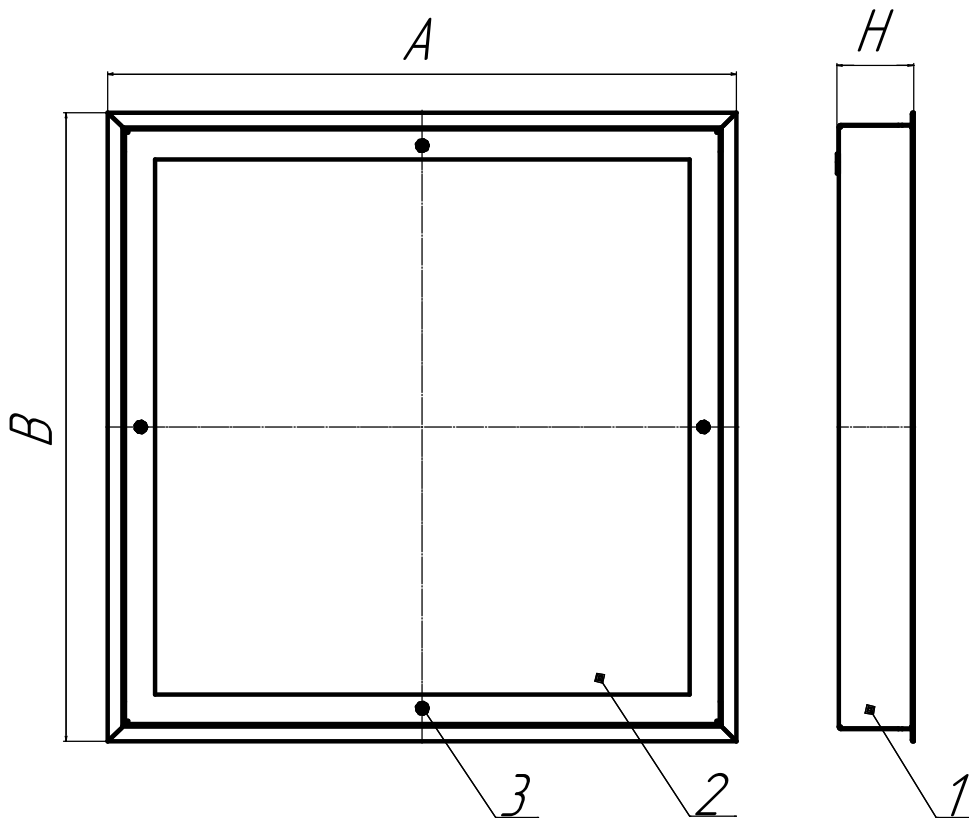

Рисунок 1 - Светильник ДВО15 ЕМ
5.3 Снимите обечайку в сборе (поз.2) рисунок 1, предварительно открутив 4 винта (поз.3).
5.10 Установите обечайку в сборе (поз.2) рисунок 1, на корпус в сборе (поз.1), предварительно закрутив 4 винта (поз.3) при помощи отвертки.